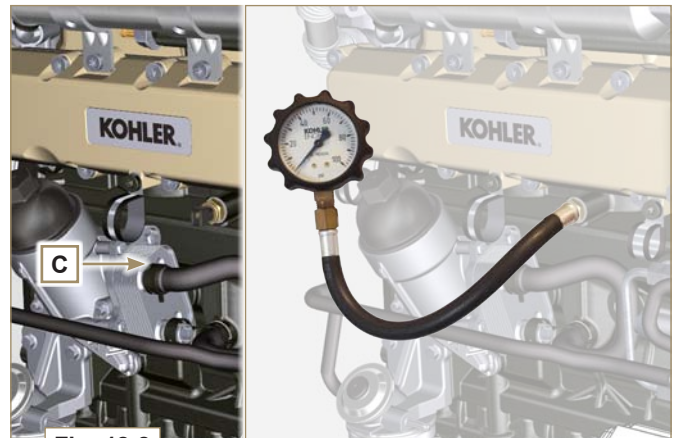

Fig. 12.8
- 2 - Den Öldruck-Schalter **C** abschrauben und an seiner Stelle einen Manometer zu 10 bar einsetzen (Fig. 12.8).